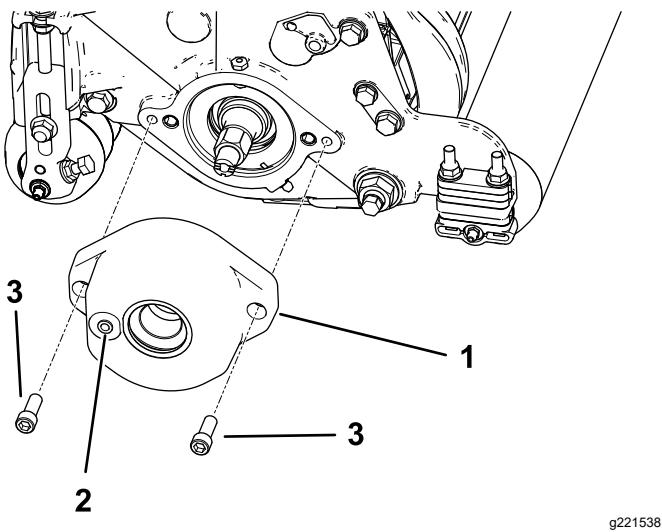

图 4
- 仅限型号 03408 用 2 个六角螺栓 $\frac{3}{8} \times 1$ 英寸将滚筒刷架安装到滚刀轴承座上请参阅 图 4。